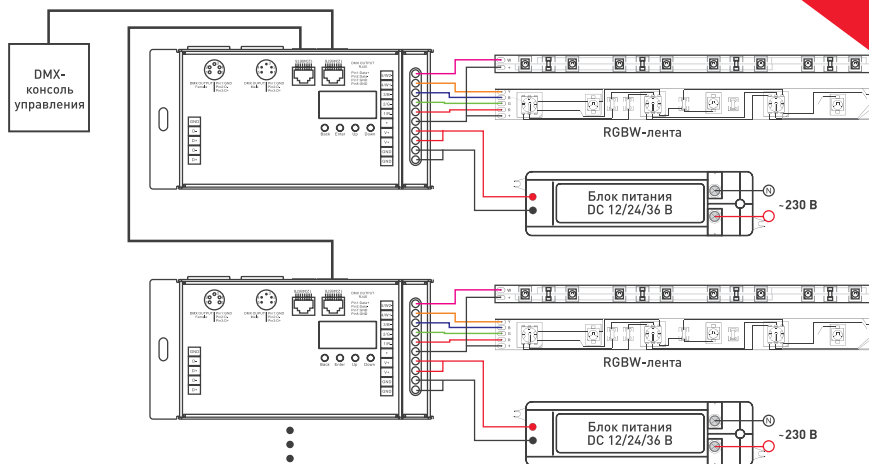

Рис. 2. Схема подключения декодера.
- Выполните подключение декодера в соответствии со схемой Рис. 2 и маркировкой на корпусе декодера.